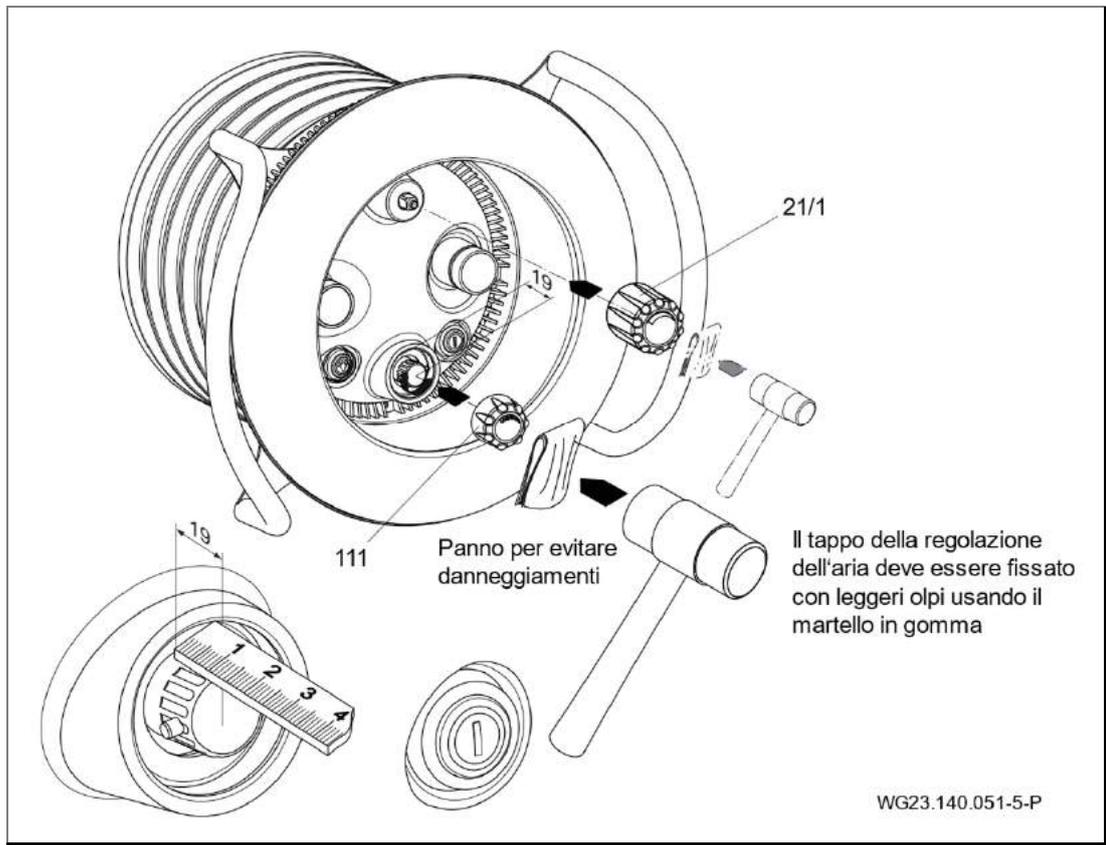

Fig. 20
11. Centrale la copertura della luce (110) sull'alloggiamento degli ugelli (102.1) e fissarla con le quattro viti autofilettanti (112). (Fig. 20)